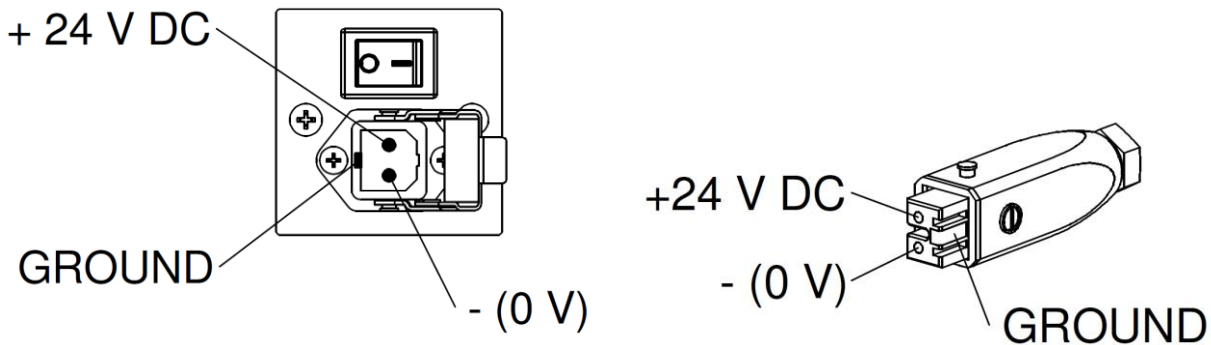

Figure 5 : Entrée 24 V du Manager IQ Easy
- Brancher le connecteur d'alimentation 24 V CC comme indiqué en Figure 5.